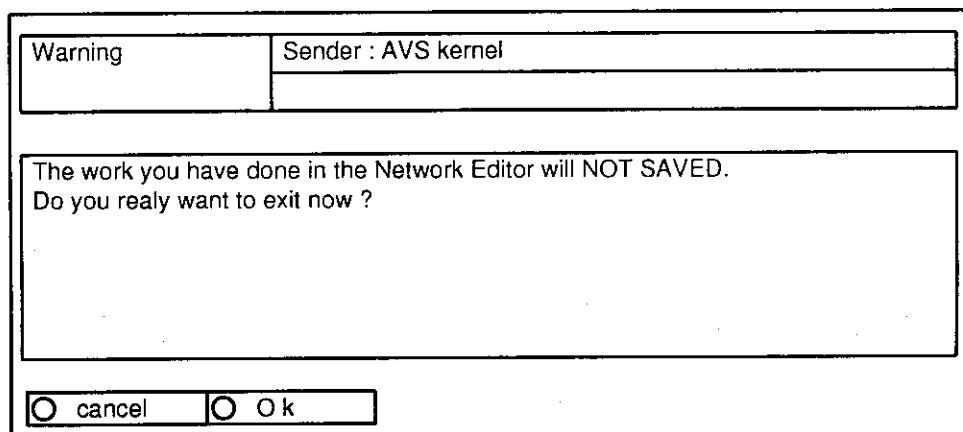

図 1.4 ネットワークエディタの終了
- 2) ワークスペース上にモジュールまたはネットワークがあるので、終了していいかを図 1.4 のように尋ねてきます。